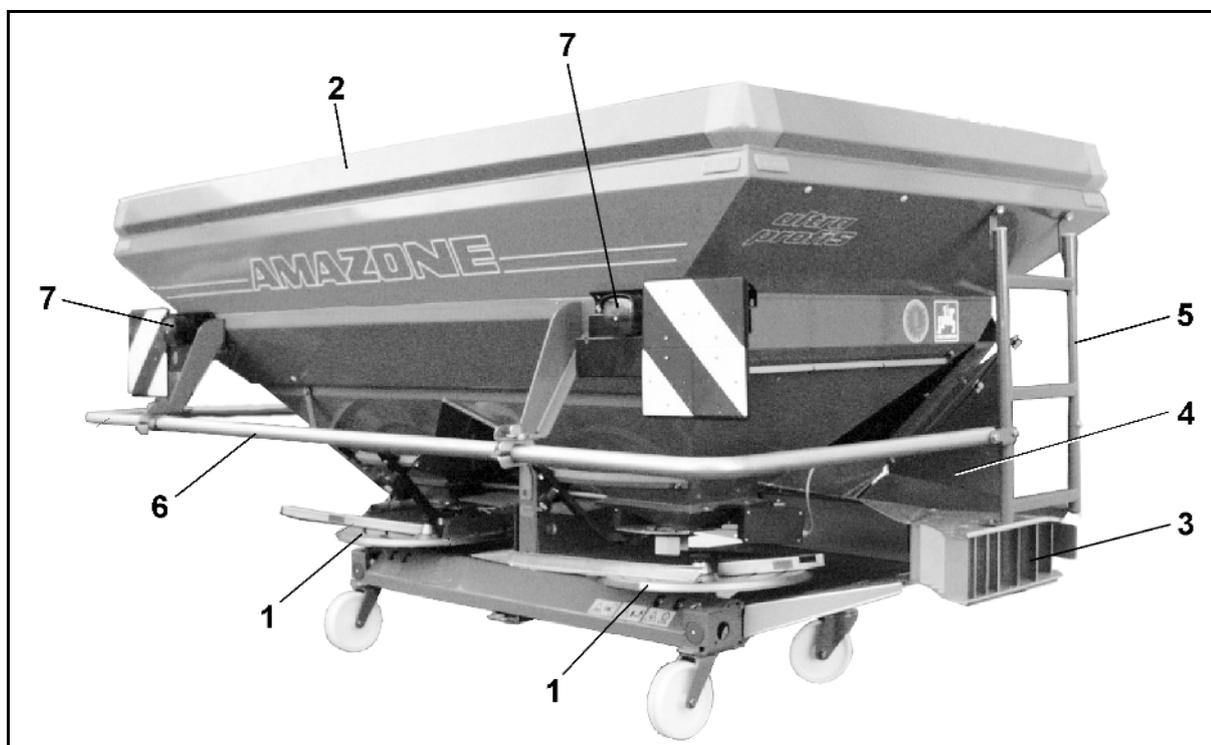

Fig. 45
- Disques d'épandage (Fig. 45/1),
- Rehausse (Fig. 45/2),
- Dispositifs d'équilibrage à droite et à gauche (Fig. 45/3)
- Bavettes de garde-boue à droite et à gauche (Fig. 45/4)
- Echelles à droite et à gauche (Fig. 45/5)
- Arceau de sécurité tubulaire (Fig. 45/6)
- Eclairage (Fig. 45/7)